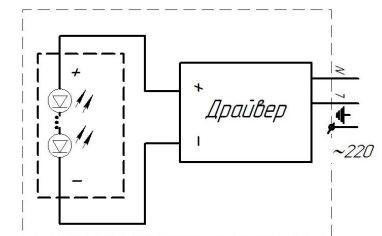

Рис. 3
5.2 Подключить питающие и заземляющий провода согласно схеме (рис.3).